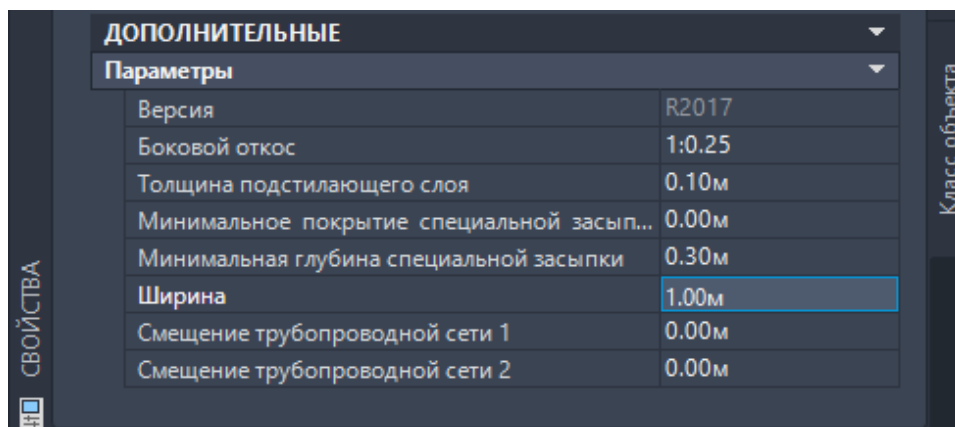

Рис. 4.10. Команда добавления таблиц
22. Произведите следующие настройки конструкции (рис. 4.10):